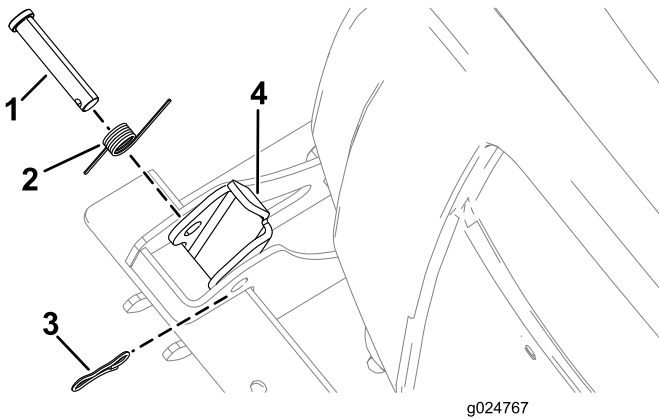

図 55
1. クレビスピンについているヘアピンを抜き取る 図 55。
2. ラッチからクレビスピンとスプリングを外す 図 55。